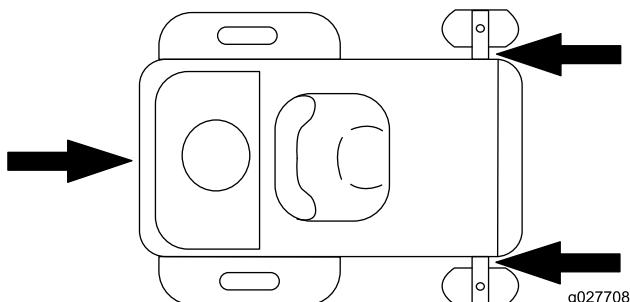

Figura 23
- Amarre la máquina junto a las ruedas giratorias delanteras y el guardabarros trasero (Figura 23).